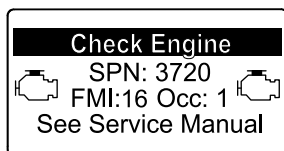

Bild 45
- Motorwarnung SPN 3720, FMI 16 (Bild 45)